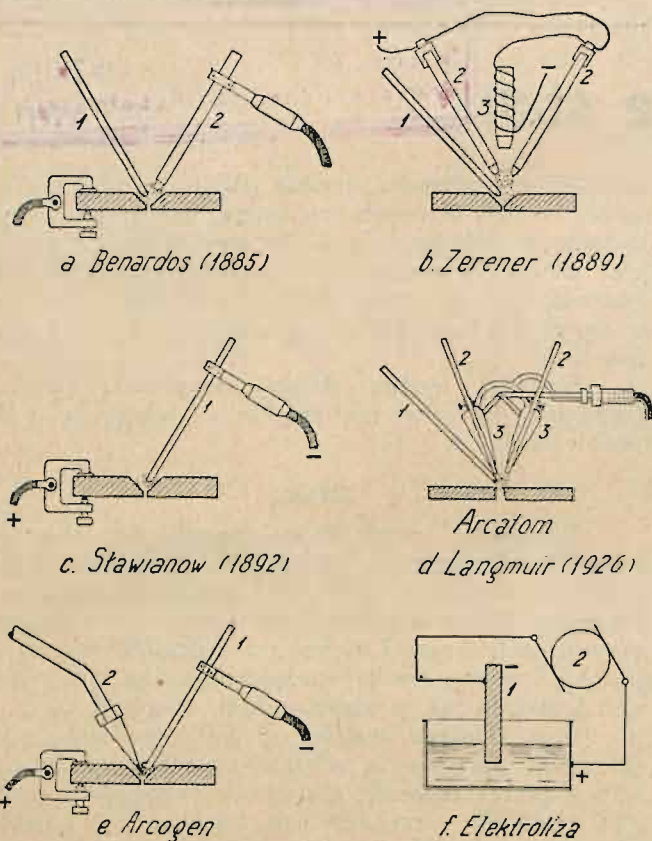

Fig. 1. Spawanie zapomocą łuku elektrycznego
Ażeby ten sposób łączenia metali mógł się dalej rozwinąć, należało uzyskać tak wysoką temperaturę, w której metal czy to materiału konstrukcyjnego czy też materiału dodatkowego, stopiłby się i złączył dwie części konstrukcyjne w jedną całość. Zasadniczo udało się to w 1885 roku. Rosjanin Benardos wykorzystał wysoką temperaturę łuku elektrycznego do spawania stali wogóle (fig. 1 a). Pewne ulepszenia tego sposobu zrobił w roku 1889 Zerener (fig. 1 b), a sposób spawania, który dzisiaj jest powszechnie używany, podał pierwszy Sławianow w roku 1892 (fig. 1 c). Gdy poprzednie dwa sposoby używały elektrod węglowych, oraz osobno materiału dodatkowego, to u Sławianowa elektroda jest równocześnie materiałem dodatkowym.
Jako najnowsze ulepszenie spawania należy nadmienić spawanie arcatomowe (fig. 1 d), wynalezione przez Langmuira 1926 roku. Łuk elektryczny, utrzymany jest tu pomiędzy dwiema elektrodami wolframowymi (sposobem Zerenera); elektrodom tym doprowadza się koncentrycznie wodór. Temperatura osiągnięta wynosi około 4000° i jest jaknajbardziej ześrodkowana na miejscu
spawania. Również dużo zwolenników znajduje obecnie spawanie gazowo-elektryczne (Arcogen) (fig. 1 e).
- 1) łukiem elektrycznym (fig. 1, a, b, c),
- 2) elektrolizą (fig. 1, f),
Spawanie elektrolizą (fig. 1, f) należy właściwie do spawania łukiem elektrycznym. Na biegunie ujemnym (przedmiot spawany) wydziela się wodór, który otula przedmiot spawany cieniutką warstwą. Warstwa ta stawia prądowi elektrycznemu wielki opór, który powoduje wytwarzanie się nieskończonej ilości drobnitkich łuków elektrycznych. Temperatura łuków elektrycznych już w bardzo krótkim czasie tak silnie ogrzewa metal, że go można dowolnie obrabiać.